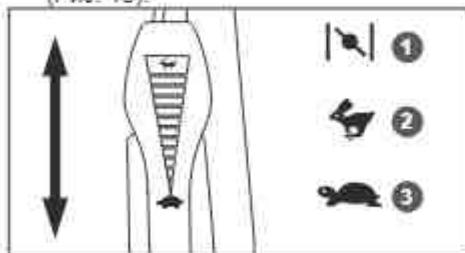

Рис. 15 Положения рычага газа
2. Для запуска двигателя закройте воздушную заслонку карбюратора, для этого переведите рычаг газа 7 (Рис. 1) в положение «1» (вперёд до упора) (Рис. 15).
- После запуска двигателя переведите рычаг газа в положение «3» (Рис. 15) и прогрейте двигатель на холостых оборотах в течение 30 секунд.
После запуска прогретого двигателя работу можно начинать сразу, для этого переведите рычаг газа в положение «2» (Рис. 15).
- Рычагом газа переведите двигатель в режим холостого хода (переведите рычаг газа в положение 3 (холостых оборотов) (Рис. 15))
В соответствии с разделом ЗАПУСК ДВИГАТЕЛЯ запустите двигатель и прогрейте его. После прогрева двигателя установите рычаг газа в положение 2 (максимальные обороты) (Рис. 15), затем включите привод хода, нажав рычаг 1 включения привода хода (Рис. 18).
Скашивание необходимо производить только на максимальных оборотах двигателя (рычаг газа в положении 2 (Рис. 15)). Уменьшение оборотов двигателя для снижения скорости движения газонокосилки допускается только на короткое, непродолжительное время. Постоянная работа двигателя газонокосилки на средних и холостых оборотах с целью уменьшения скорости движения газонокосилки (или возможной экономии топлива) запрещается. В противном случае, это приведет к скоплению нагара в камере сгорания, на поверхностях поршня и головки цилиндра, поршневых кольцах, выпускном клапане и глушителе. Также может произойти залегание поршневых колец, зависание выпускного клапана. Кроме этого, из-за недостаточной скорости лопастей и лезвий ножа снижается мощность создаваемого лопастями ножа воздушного потока и эффективность срезания и выброса травы, что может привести к ухудшению производительности скашивания, забиванию деки газонокосилки травой и увеличению нагрузки на двигатель. Выход двигателя газонокосилки из строя по всем вышеперечисленным причинам не будет являться гарантийным случаем.